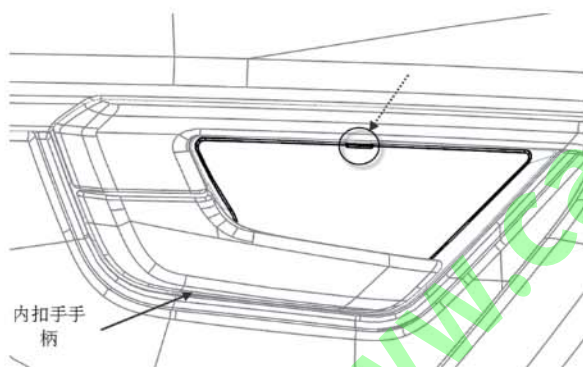

图 8-1-1 内扣手盖板拆卸示意图
(1) 如图 8-1-1，用缠有保护胶带的小号一字螺丝刀从箭头所指凹槽处将车门内扣手盖板撬出；